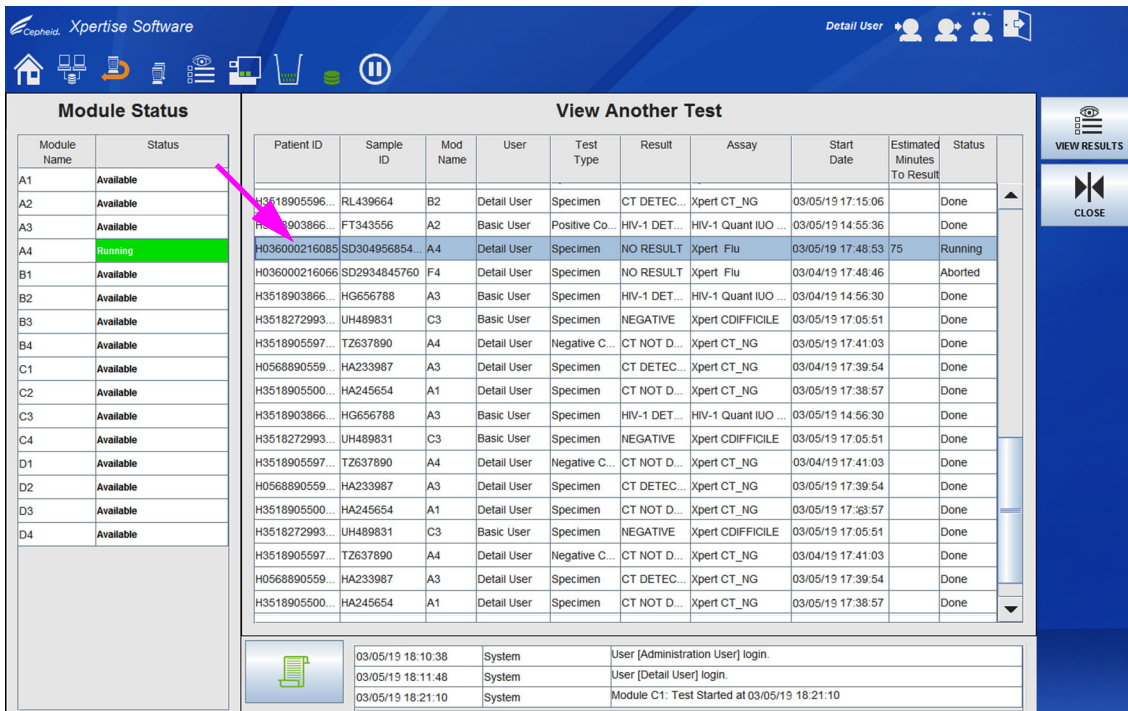
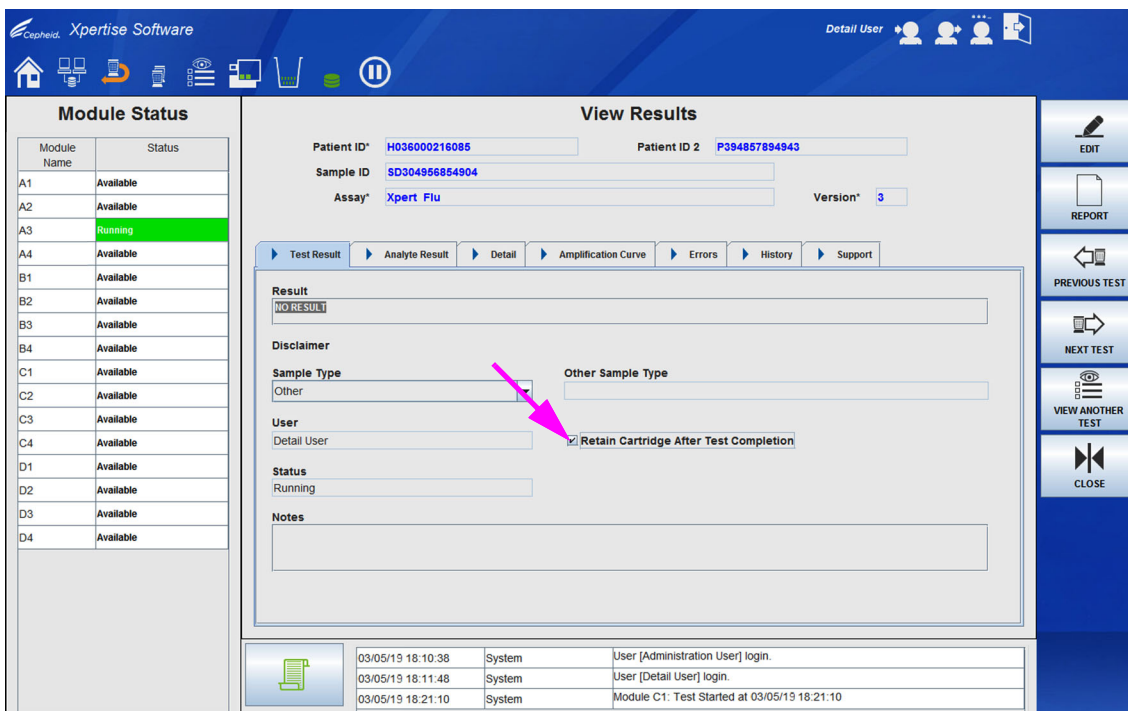

Figura 5-46. Área de trabalho View Another Test (Ver outro teste)
Figura 5-47. Área de trabalho View Results (Ver resultados) – Retain Cartridge After Test Completion (Reter o cartucho após conclusão do teste)
1. Selecione o ícone **View Another Test (Ver outro teste)**. Isto pode ser seleccionado em qualquer área de trabalho. A Figura 5-45 mostra a seleção a ocorrer na área de trabalho inicial do software Xpertise. Surge a área de trabalho View Another Test (Ver outro teste). Ver Figura 5-46.
2. Na área de trabalho View Another Test (Ver outro teste), localize e selecione o teste que quer ver e selecione o botão **VIEW RESULTS (VER RESULTADOS)** (ver Figura 5-46). Será apresentada a área de trabalho View Results (Ver resultados) para o teste seleccionado. Ver Figura 5-47.
4. Na área de trabalho View Results (Ver resultados), selecione a caixa de verificação **Retain Cartridge After Test Completion (Reter cartucho após conclusão do teste)** e, em seguida, selecione o botão **SAVE (GUARDAR)**. Ver Figura 5-47.